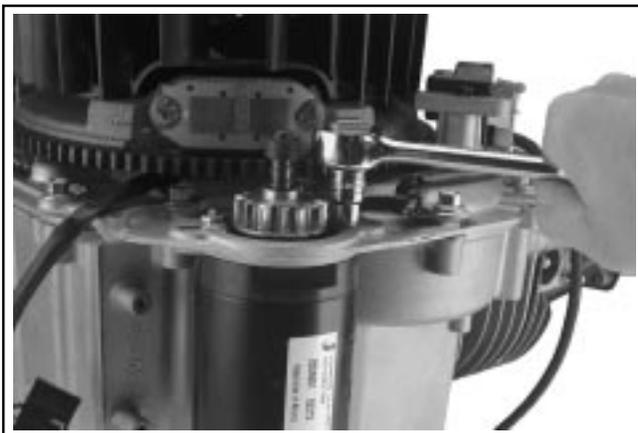

Figure 8-6. Dépose du démarreur électrique.
2. Retirer les deux écrous hexagonaux maintenant le démarreur sur la plaque de fermeture. Retirer le démarreur. Voir la Figure 8-6.